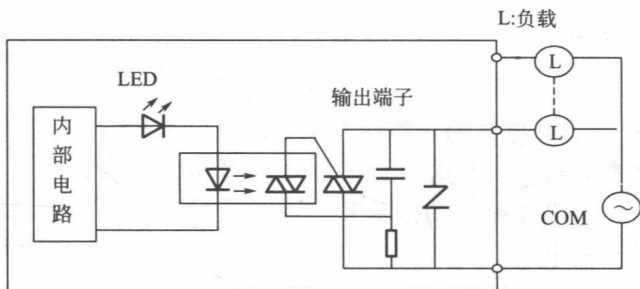

图 1-1-4 晶闸管输出型
b. 晶闸管输出型：为无触点输出方式，用于接通或断开开关频率较高的交流电源负载。如图 1-1-4 所示。